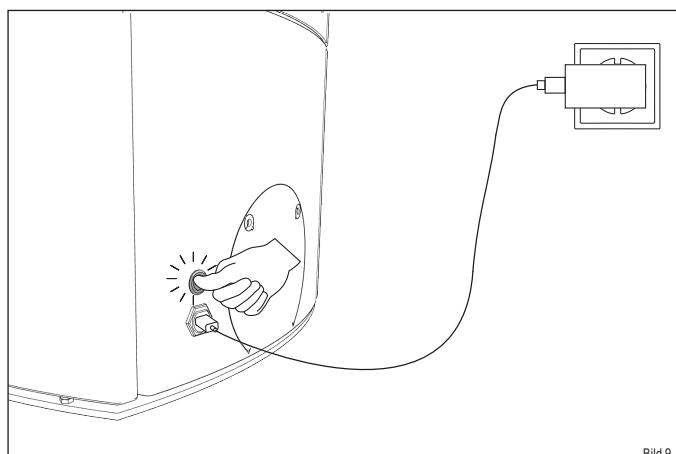

Bild 9
- Drücken Sie den Ein/Aus-Schalter (Bild 9).